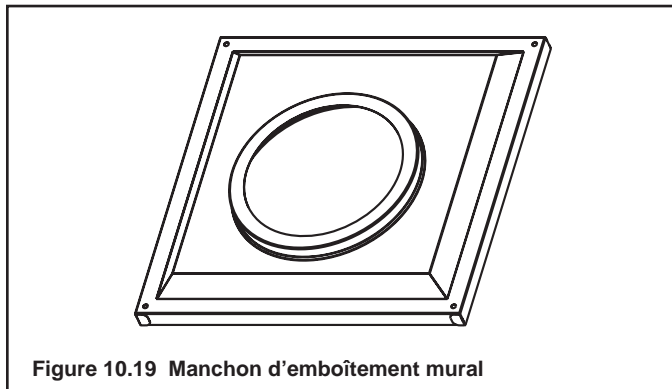

Figure 10.19 Manchon d'emboîtement mural
- Une fois le tuyau raccordé au capuchon, glisser l'écran de chaleur sur la surface du mur intérieur et le fixer à l'aide des vis fournies. Voir la Figure 10.19.